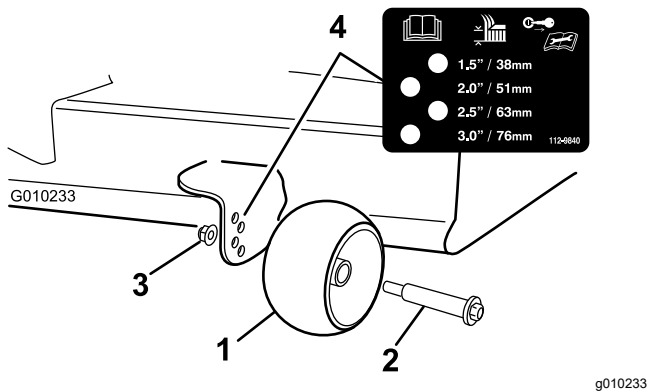

Figure 27
3. Réglez les galets anti-scalp (Figure 27) à la position correspondant le mieux à position de hauteur de coupe.